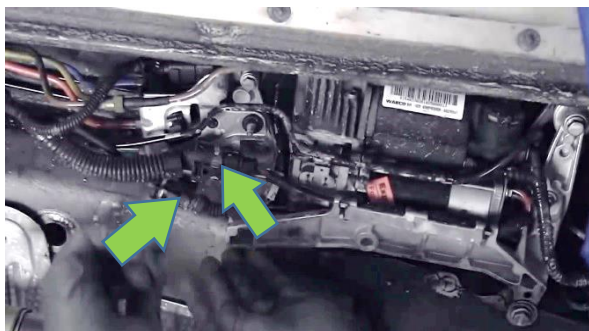

fig.1
4. Tag bort de 2 elanslutningarna på kompressorn.. (fig.1)